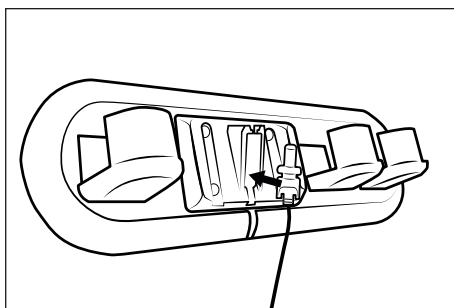

Fig. 4
- 1) Prelevare il supporto a parete **18** dal porta-accessori **17**. Inserire lo spinotto cavo **11** dell'alimentatore **10** nel supporto a parete **18** come mostrato nella seguente illustrazione. Fissare lo spinotto cavo **11** ruotandolo (vedere fig. 4).